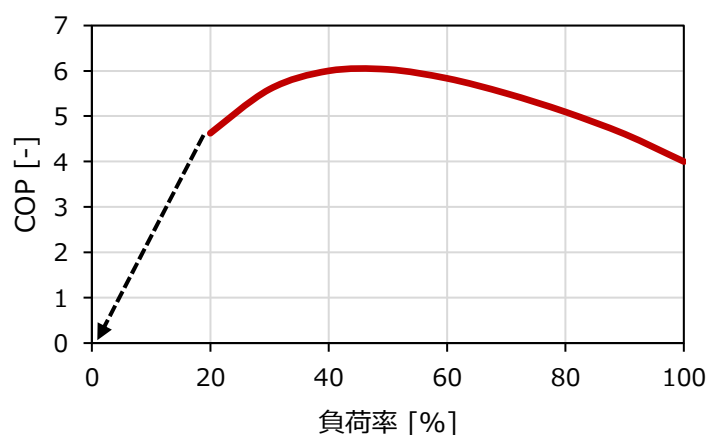

図 17 COP が原点に向かう部分負荷特性
- ・ 図 17 の特性のように負荷率が高い側から負荷率 20 % に向かって COP が減少傾向にあり、継続して COP が下がると推測する。